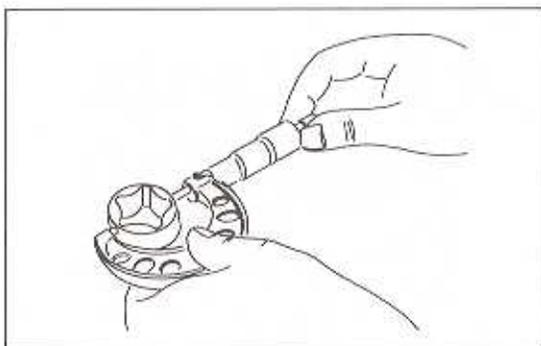

Bild 143
- Den Innendurchmesser des Pumpengehäuses mittels Innenmikrometer ausmessen (Bild 143).